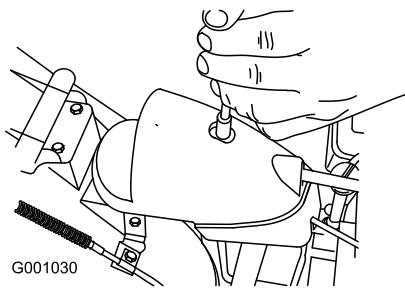

Рисунок 54
- Снимите крепежные детали на крышке редуктора (Рисунок 54), поднимите переднюю часть крышки и сдвиньте ее дальше назад.